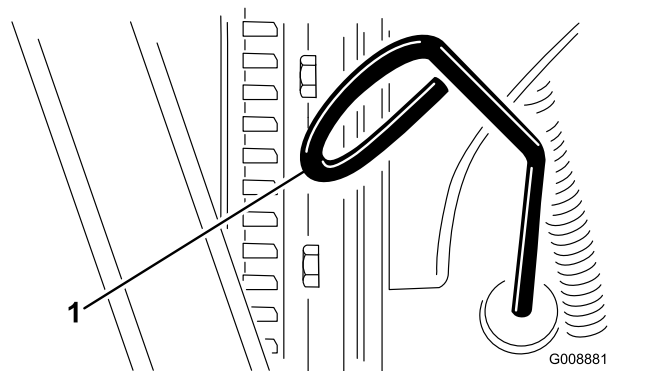

Figura 36
2. Togliete l'asta di livello ed asciugatela con un panno pulito (Figura 36).